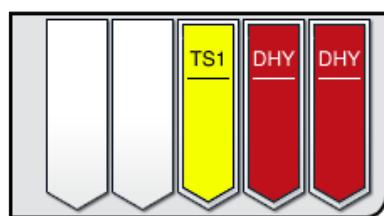

Fig. 85
- Når et stativ har kjørt gjennom hele fargeprosessen, transporteres det til utmatingsskullen (→ "Fig. 19-4") og plasseres i en ledig posisjon (→ "Fig. 85"). Brukeren hører en signallyd og får en informasjonsmelding som informerer om dette.